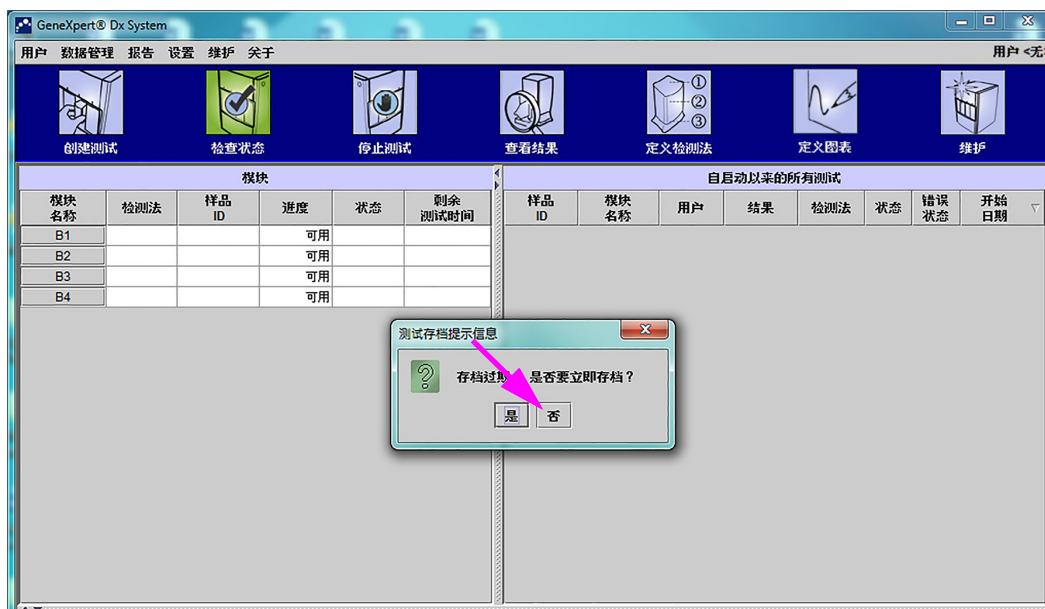
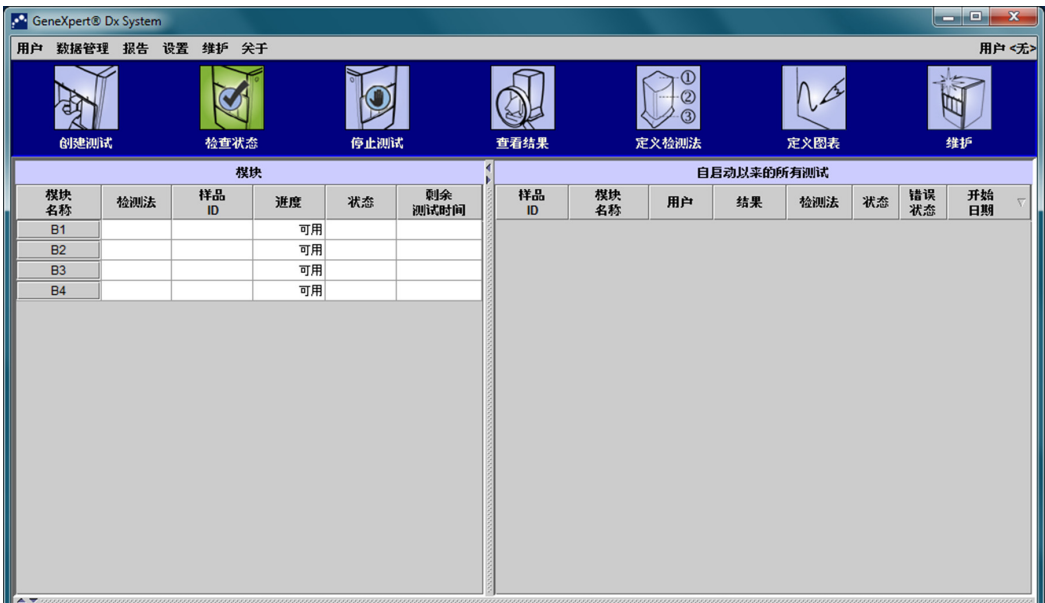

图 2-54. 具有测试存档提醒对话框叠加的 GeneXpert Dx 系统窗口
图 2-55. GeneXpert Dx System 窗口
3. 在测试存档提醒框中，单击**否**继续（参见图 2-54）。显示 GeneXpert Dx System 屏幕（参见图 2-55）。
在开始使用 GeneXpert Dx System 软件之前，必须定义 GeneXpert Dx System 管理员和其他系统用户。可从“GeneXpert Dx System”窗口的“设置”菜单进入所有管理员功能参见图 2-55。